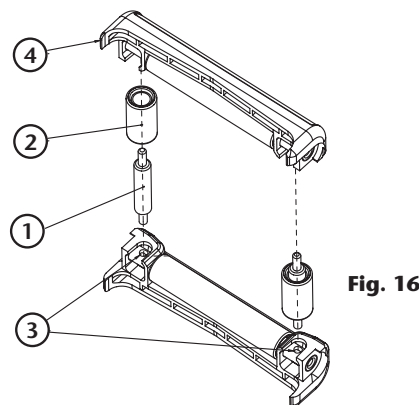

Fig. 16
4. Insérez maintenant les arbres courts (1) (fig. 16) à travers les rouleaux courts (2) (fig. 16) et utilisez ces composants préassemblés pour joindre les composants assemblés à l'étape précédente (4) (fig. 15). Pour ce faire, poussez manuellement les mamelons des arbres courts dans les trous des arbres longs (3) (fig. 16).